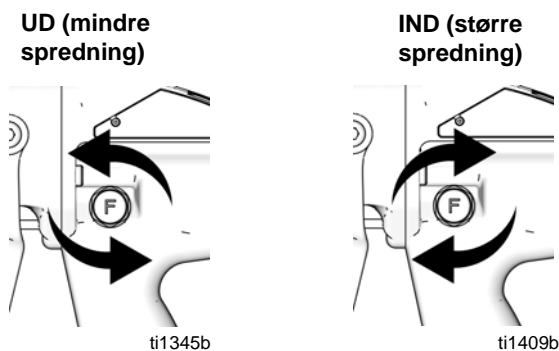

FIG. 7. Knap til luftmønster
1. Se FIG. 7. Luk for luften til justering af spredningen ved at dreje knappen så langt som muligt med uret (ind). Pistolen er nu indstillet til størst mulig spredning.